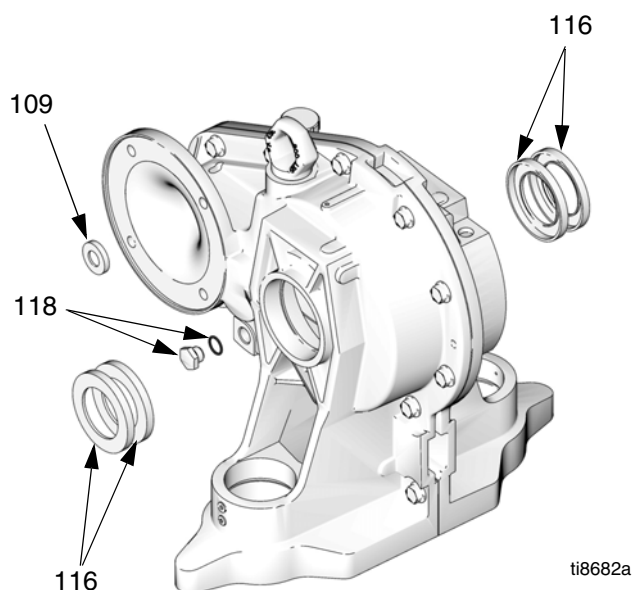

FIG. 26. sellos del reductor de engranajes
5. Retire cuatro tornillos (12) y ambas tapas (21, 32).
6. Vea la FIG. 26. En el lado del motor del reductor de engranajes, desenrosque el tapón de drenaje de aceite con sello (118). Perfore el sello de entrada (109) con un tornillo para chapa metálica templado y extraiga el sello.